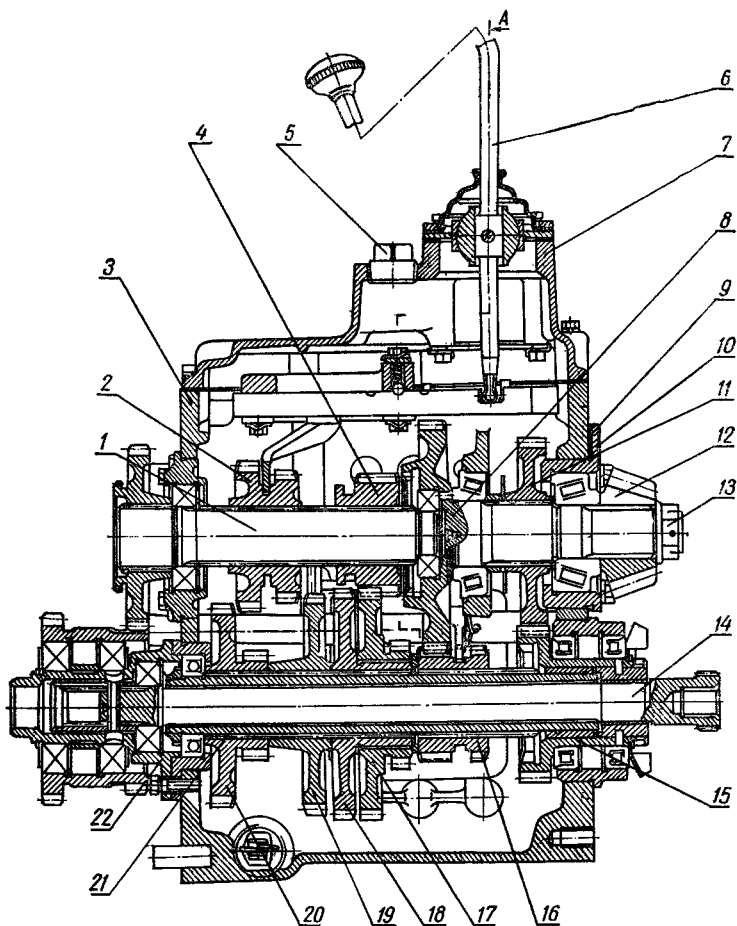

Рис. 38. Коробка передач (продольный разрез):
Уход за коробкой передач (рис. 38 и 39) заключается в периодической проверке затяжки резьбовых соединений, проверке и регулировке узла вторичного вала.
2. Расшплинтуйте корончатую гайку 13 (рис. 38) крепления ведущей шестерни главной передачи и, постепенно заворачивая ее